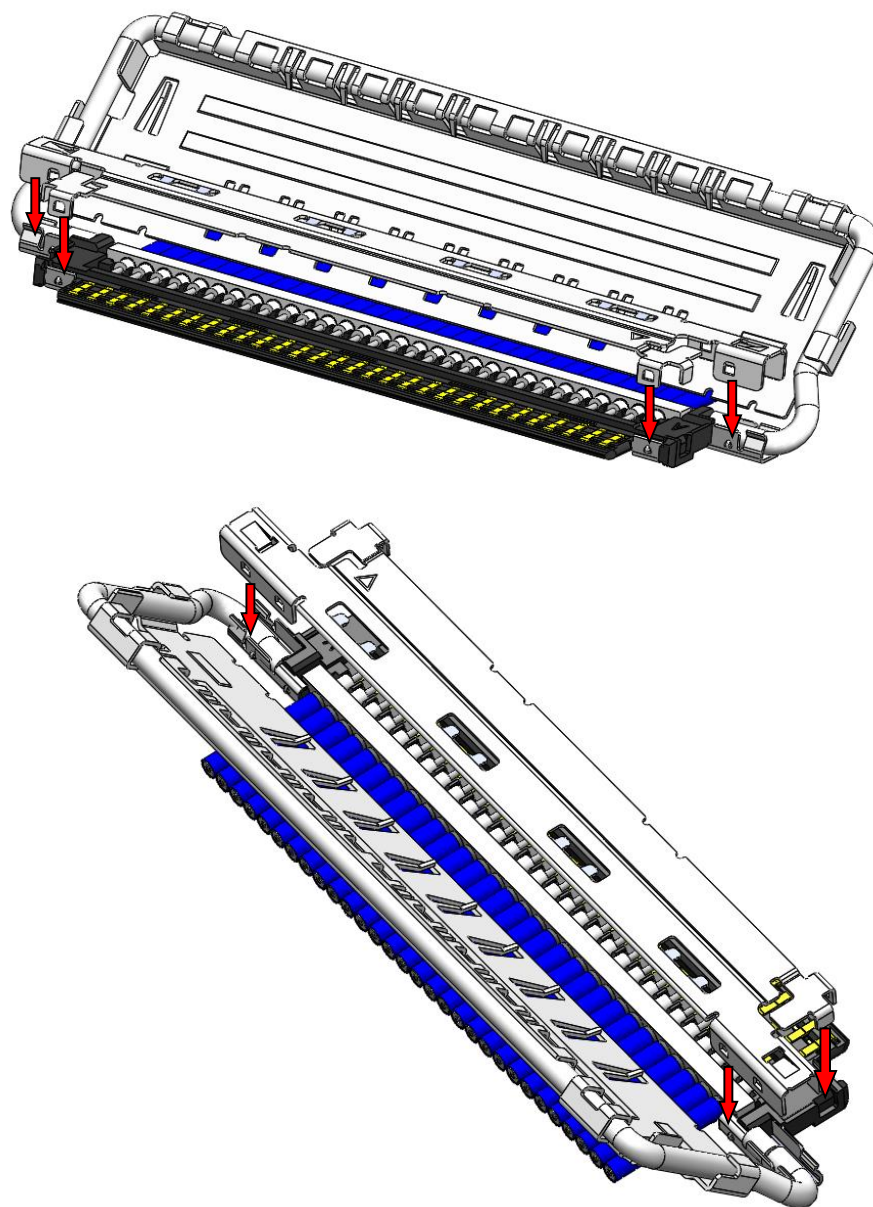

図 8. Shell-A 組み付け方法
②図 8 の様に shell-A を housing assembly の上側から組み付ける。